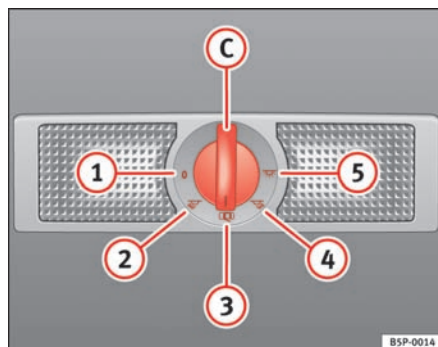

Fig. 77 Kabinelamper
- Når kontakten er i position ① ⇒ fig. 77, er kabine- og læselamper slukkede.